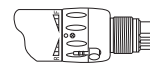

Рис. 5
- (3) Когда кольцо смены направления вращения ПРЯМОЕ/ОБРАТНОЕ находится посередине "F" и "R", воздух перекрывается и вращение останавливается (Рис. 5).